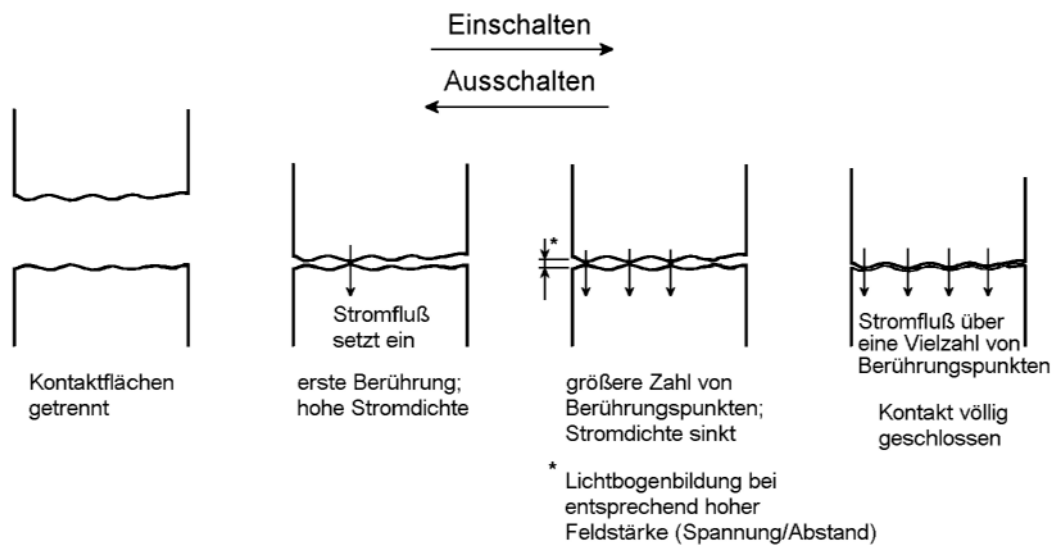

Abbildung 1.1.7 Das Ein- und Ausschalten in "Zeitlupe"
Abbildung 1.1.7 veranschaulicht Einzelheiten des Ein- und Ausschaltens. Von besonderer Bedeutung sind (1) das Herstellen einer leitenden Verbindung bei anliegender Spannung (Einschalten) und (2) das Trennen einer leitenden Verbindung bei fließendem Strom (Ausschalten). Aber auch das Schalten ohne Spannung bzw. Stromfluß (man spricht hier bildhaft vom "trockenen" Schalten) hat seine Tücken.